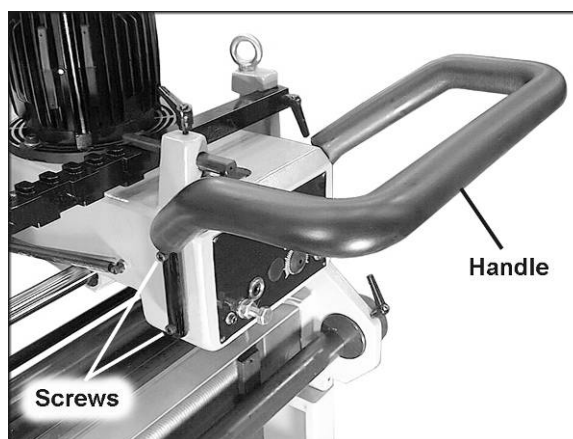

Рис. 3
Прорезиненная ручка (Рис. 3) была установлена наоборот для транспортировки, переверните ручку перед началом работы.
1. Открутите 4 винта передней бабки (2 винта фиксируют ручку) и переверните ручку, как показано на Рис. 3.